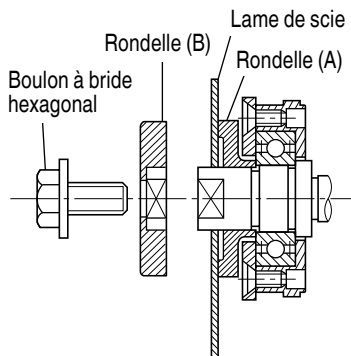

Fig. 17
- (1) Bien retirer toute la sciure qui s'est accumulée sur l'axe, le boulon et les rondelles.
- (2) Pour monter la lame, les côtés concaves des deux rondelles (A) et (B) doivent rentrer dans les côtés de la lame. Monter la lame sur l'axe, puis fixer la rondelle (B). (Voir Fig. 17)
- (3) Pour s'assurer que la lame tourne dans le bon sens, il faut que la flèche de la lame soit dirigée dans le même sens que celle du carter de lame.
- (4) Avec les doigts, serrer le boulon hexagonal qui fixe la lame de scie au maximum. Puis, appuyer sur le levier de verrouillage, verrouiller l'axe et serrer le boulon à fond.
- (5) Vérifier que le levier de verrouillage se trouve sur sa position d'origine.